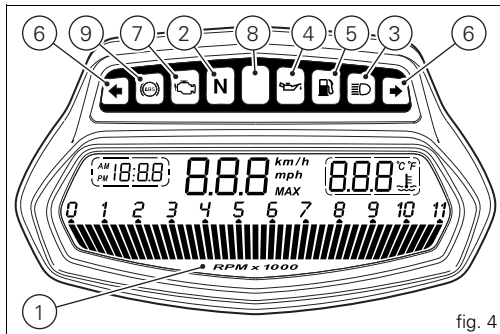

fig. 4
- 8) Témoin limiteur « Over Rev » / témoin de contrôle de traction « DTC » (ROUGE) (fig. 4) :
- 9) TÉMOINS ABS  (JAUNE AMBRE) (fig. 4).
En cas d'erreur du capteur, les tirets (« --- ») sont affichés clignotants et simultanément le témoin « Diagnostic véhicule/moteur - EOBD » (7, fig. 4) s'allume.